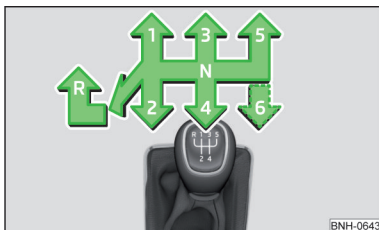

Fig. 191
Pe schimbătorul de viteze este reprezentată schema de selectare pentru pozițiile individuale ale treptelor de viteză » fig. 191.
- › Apăsați maneta schimbătorului de viteze în jos, complet spre stânga și apoi spre înainte, în poziția R » fig. 191.